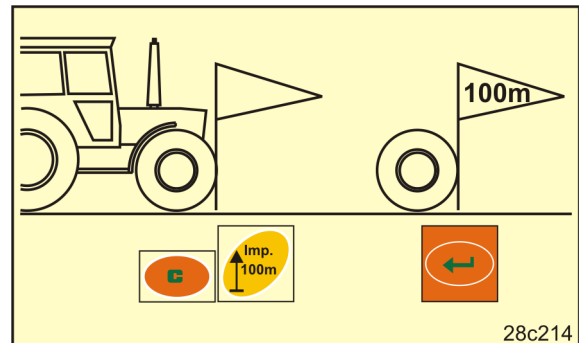

Fig. 19
2. Kjør traktoren til startposisjon (Fig. 19) og sett såmaskinen i arbeidsstilling (evt. avbryt såfrødoseringen).